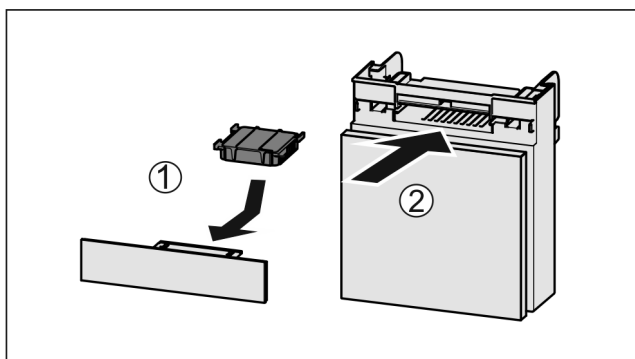

Fig. 83
- ▶ Filtr s aktivním uhlím vložte podle vyobrazení Fig. 83 (1).
- ▶ Zásuvku zasuněte Fig. 83 (2).